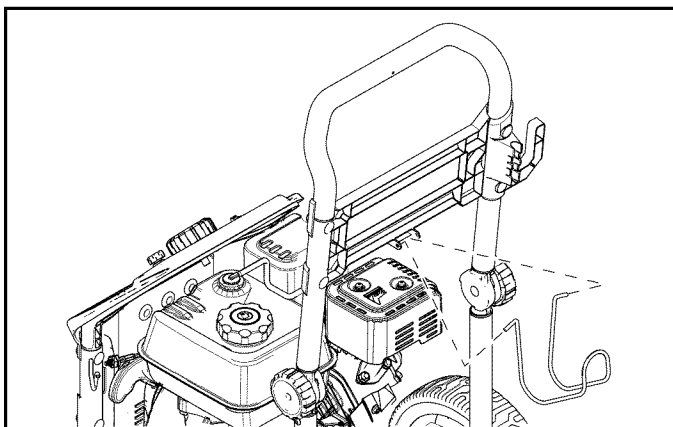

Figura 4-4. Instale el gancho para manguera.
4. Instale el gancho para manguera (Figura 4-4).